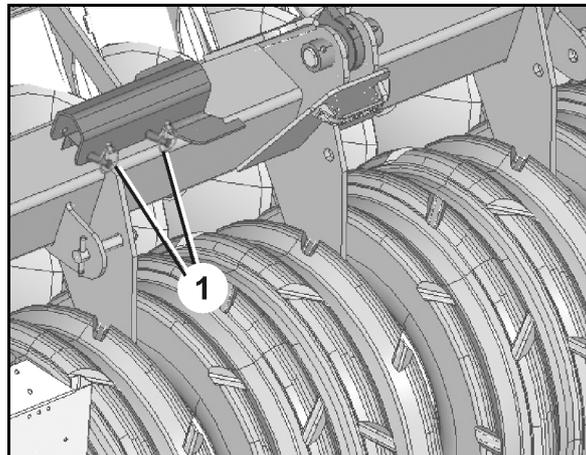

Fig. 32
2. Nach der Arbeit: Einfahrsperr am Hydraulik-Zylinder demontieren und in Parkstellung mit Bolzen und Klapstecker befestigen (Fig. 32/1).